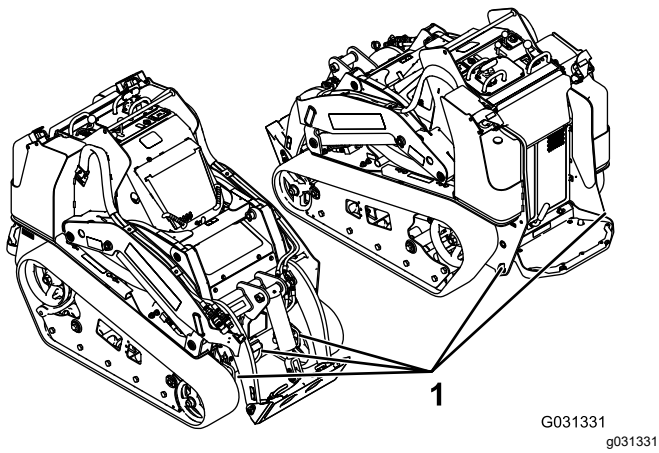

図 28
- 積み込みは、機体の前後のうち重い方を山側登り側にして行う 図 28。